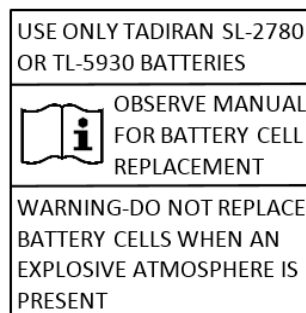

图5-1：电池组警告标签
- 采用可更换电池设计。包含图 5-1 所示的标签。不得拆开没有此标签的电池组。